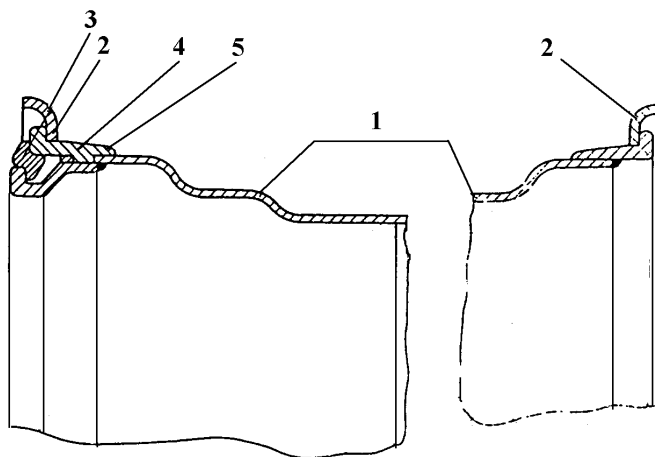

Рис. 28 Колесо дисковое разборное
- б) бортовое кольцо надежно замкнуло на ободе посадочное съемное и замочное кольца (рис.28);